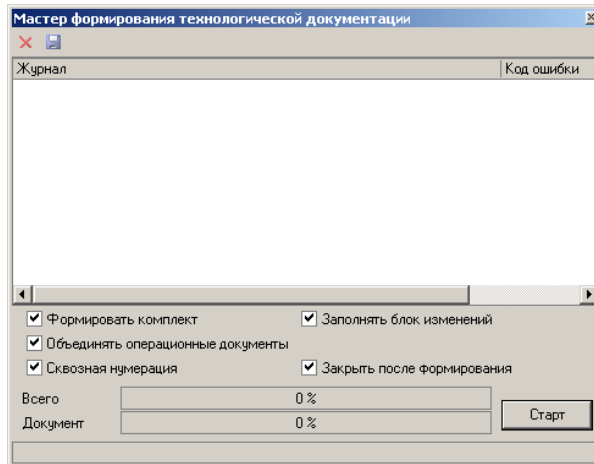

Рис.8
42. В открывшемся окне Мастера формирования технологической документации (рис. 8) установите галочки в необходимых ячейках. Нажмите кнопку **Старт**.